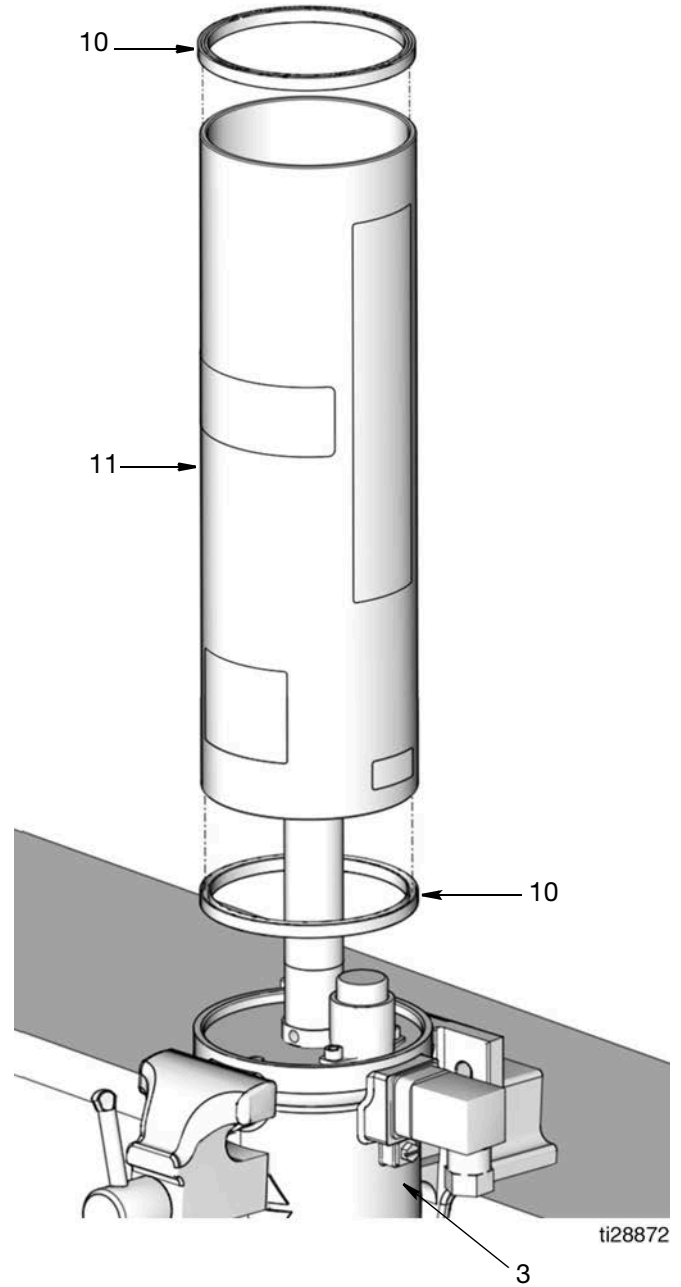

图 40
19. 液箱垫圈 (10)
将液箱垫圈 (10) 安装到液箱 (11) 的底部，如图 40。
20. 将液箱 (11) 安装到气动马达气缸 (3) (图 40)。